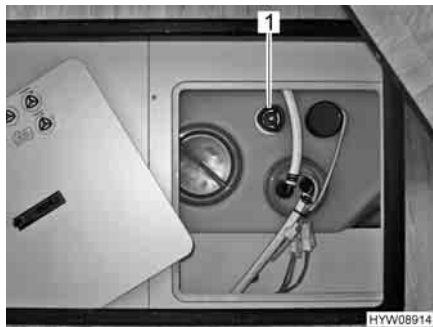

Fig. 170 Serbatoio dell'acqua con maniglia girevole
- Sul serbatoio dell'acqua, ruotare la maniglia girevole (Fig. 170,1) in senso orario fino all'arresto.
- Sul serbatoio dell'acqua, ruotare la maniglia girevole (Fig. 170,1) in senso antiorario fino all'arresto (rotazione di circa 3/4). L'acqua fuoriesce fino a ca. 20 litri.
- Sul serbatoio dell'acqua ruotare la maniglia girevole (Fig. 170,1) in senso antiorario, oltre la resistenza verso l'esterno fino all'arresto (circa 2 giri), per aprire completamente l'apertura di scarico.